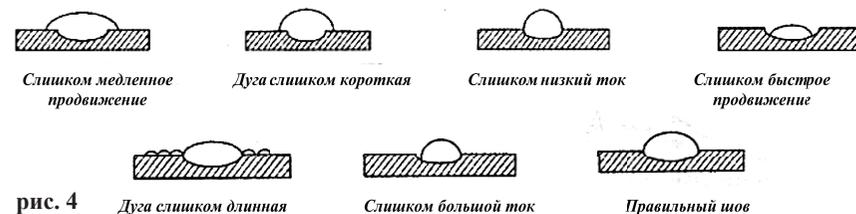

рис. 4
7.8 Параметры сварочных швов (см. рис. 4).